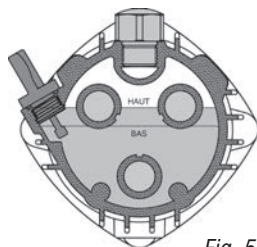

Fig. 5
2. Insérez le bouchon de mise à l'air libre dans l'orifice de remplissage d'huile (E)
3. Vérifiez le niveau d'huile avec la jauge (I). Ajoutez de l'huile si le niveau est inférieur au niveau recommandé (fig. 5). Ne remplissez pas à l'excès.